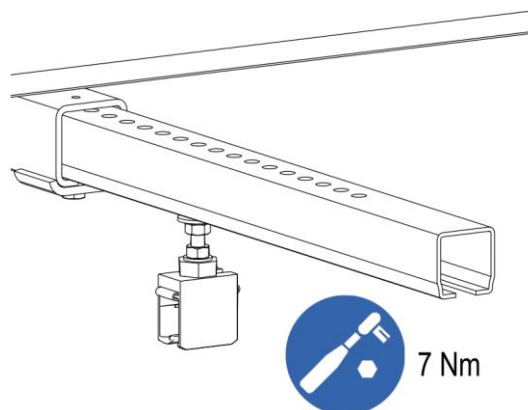

Fig. 53 : Premier support de rail glissé dans le bras de serrage et serré
- Serrer le premier support de rail au couple prescrit (clé de 13, clé dynamométrique : **7 Nm**) (voir Fig. 53).